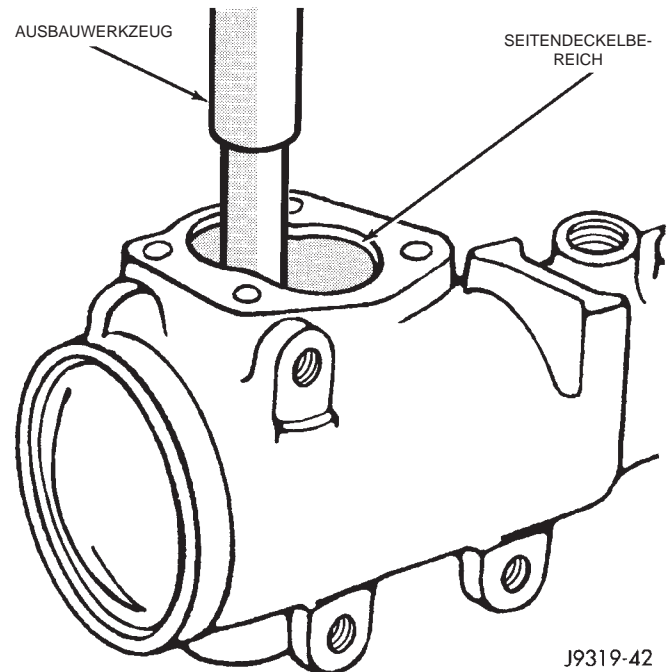

Abb. 8 Nadellager ausbauen
- (8) Sicherungsring mit einer Sicherungsringzange ausbauen.
- (9) Unterlegscheibe aus dem Gehäuse ausbauen.
- (10) Öldichtring mit einem Dichtungswerkzeug aus dem Gehäuse ausbauen.
- (11) Lager der Lenkstockwelle mit einem Lagerausbauwerkzeug und Durchschlag aus dem Gehäuse ausbauen (Abb. 8).